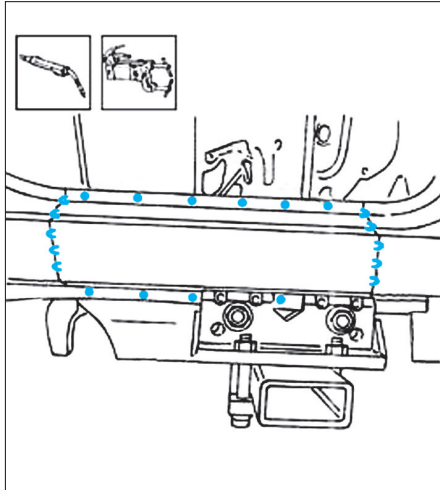

FIG. 21
- Ajuster la partie avant bas de caisse avec la porte avant, puis souder comme illustré (Fig.21).